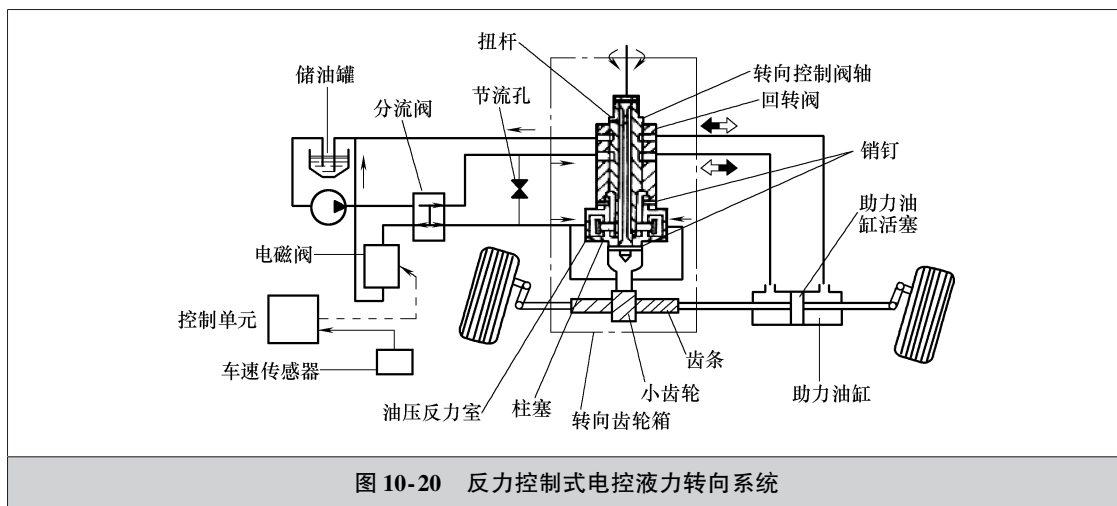

图 10-20 反力控制式电控液力转向系统
(2) 反力控制式 如图 10-20 所示，油压反力室的反力油压受电子控制单元和电磁控制，并与车速相关。反力油压通过反力柱塞作用在转阀阀芯（即转向控制阀轴）上，形成与转向方向相反的阻力矩，从而实现对转向路感的调节。反力控制式电控液力转向系统有 3 种控制模式，具体如下：